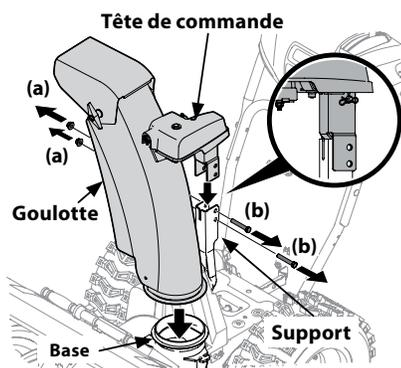

Figure 2-27
1. Retirez les écrous autobloquants (a) et les boulons (b) du support de la goulotte (vous aurez besoin de deux clés). Voir Figure 2-27.
2. Placez la goulotte sur la base et placez la tête de commande sur le support. Voir Figure 2-27.